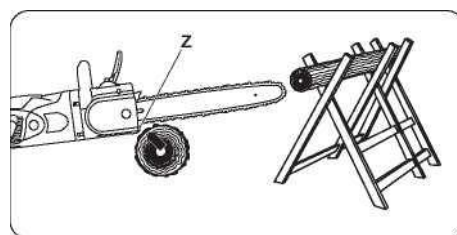

рис. 2
При поперечному пилянні зубчатий упор (Z) повинен встановлюватися на колоду, що відпилюється (рис. 2)